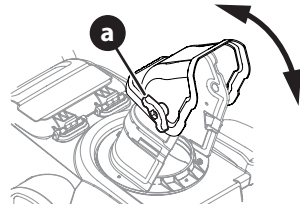

Figure 14
1. Desserrez l'écrou à oreilles (a) (Figure 14).